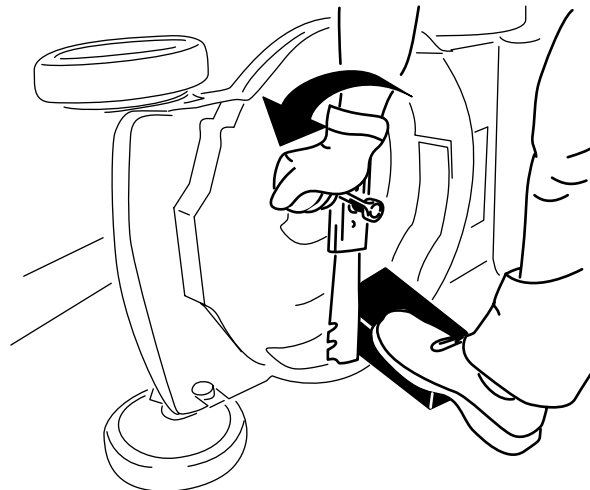

Figura 24
3. Utilize um bloco de madeira para manter a lâmina segura (Figura 24).
4. Retire a lâmina guardando todo o equipamento de montagem (Figura 24).